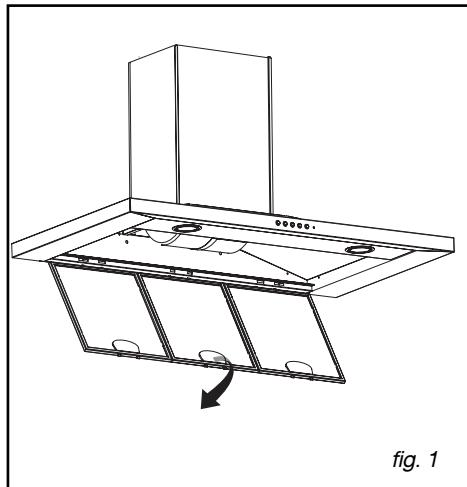

fig. 1
• Desmontagem do filtro cassette (fig.1)